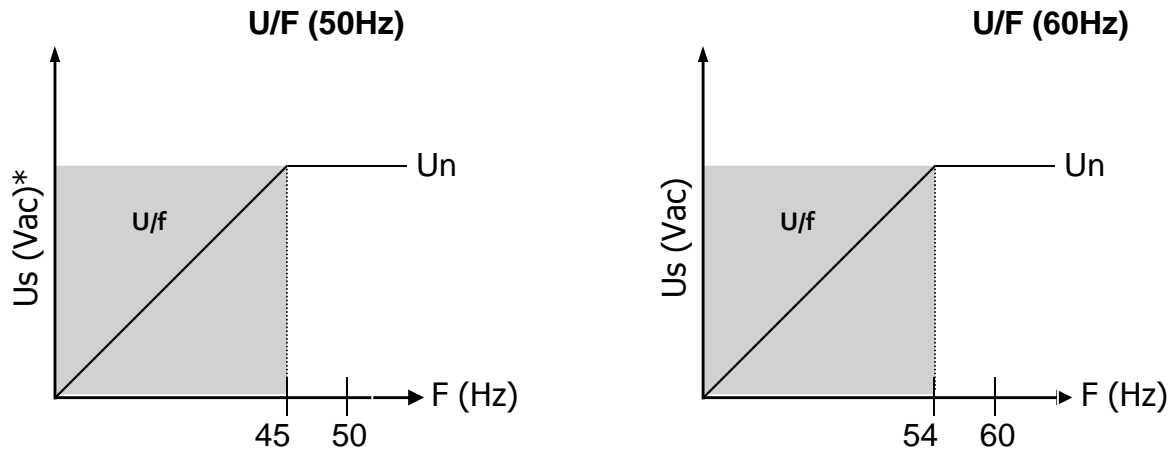

Figura 12.2: Operação da proteção U/F
O trimpot **U/F** determina o ponto de atuação do modo U/F, que pode ser desde a frequência nominal ( $F_n$ ) até  $1/3$  de  $F_n$ , cujo valor sai ajustado de fábrica 10% abaixo da  $F_n$ . Para operação em 60Hz é ajustado para 54Hz e para operação em 50Hz é ajustado para 45Hz (ver Figura 12.2), cujo valor pode ser alterado de acordo com a necessidade de cada aplicação.
1. Não deixar a proteção U/F aberta. A configuração deve ser feita conforme Figura 12.2 para evitar problemas no desligamento. A frequência limitada pelo U/F é a frequência da forma de onda que se encontra na entrada de alimentação do circuito e não para entrada de realimentação (tensão de saída do alternador).